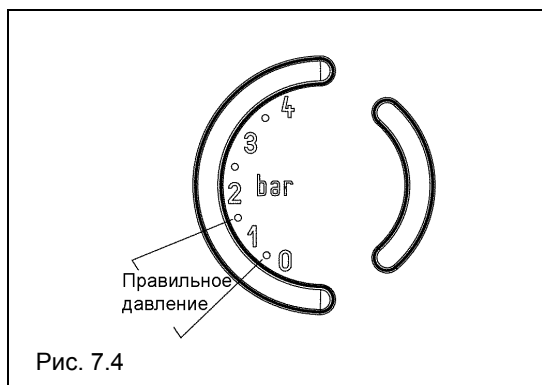

Рис. 7.4
- откройте кран подпитки так, чтобы отображаемое на манометре давление дошло до значения приблизительно 1 бар (рис. 7.4).